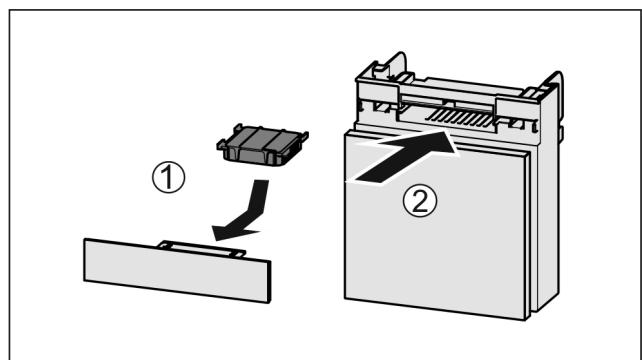

Fig. 97
- Установите фильтр с активированным углем, как показано на рисунке Fig. 97 (1).
- Вставьте отделение Fig. 97 (2).